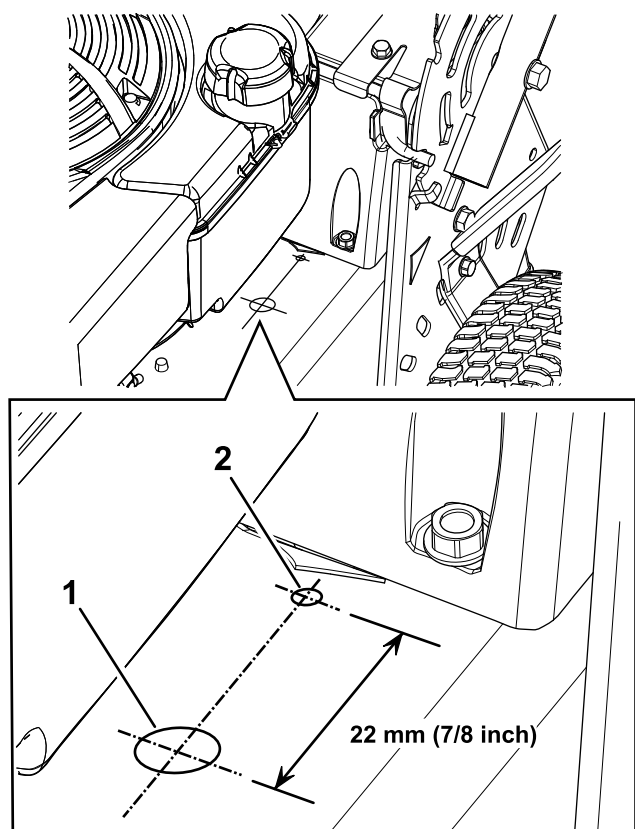

Figura 1
2. Perfore y desbarbe un taladro de 16 mm (5/8 pulgada) de diámetro en la carcasa del cortacésped en la posición indicada en Figura 1.